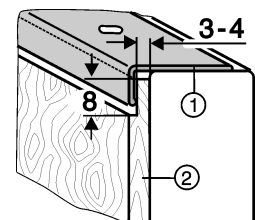

Fig. 10
- ▶ Более толстые декоративные панели Fig. 10 (2) согласно рисунку срезают уступом на толщину максимум 4 мм.